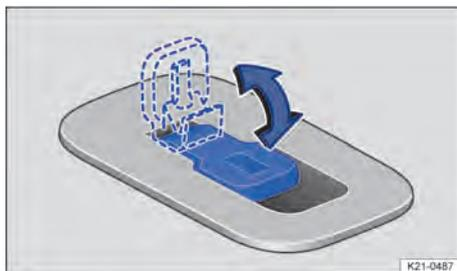

Fig. 124 No assoalho do veículo: olhais rebatíveis.
1. Posicionar os olhais rebateáveis no assoalho do veículo → Fig. 124.